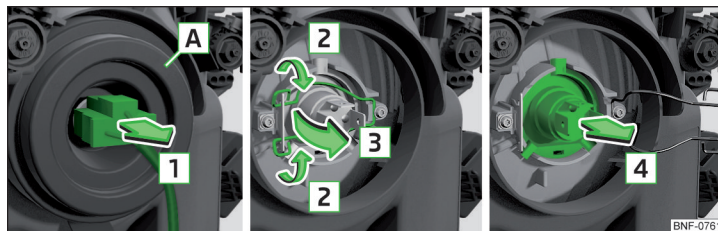

Bild 172 Byta glödlampa för halv- och helljus
- Ta ut kontakten från glödlampen i pilens riktning 1 » bild 172.
- Tryck på säkringsbyglarna i riktning mot strålkastaren och haka ur i pilarnas riktning **2** » bild 172